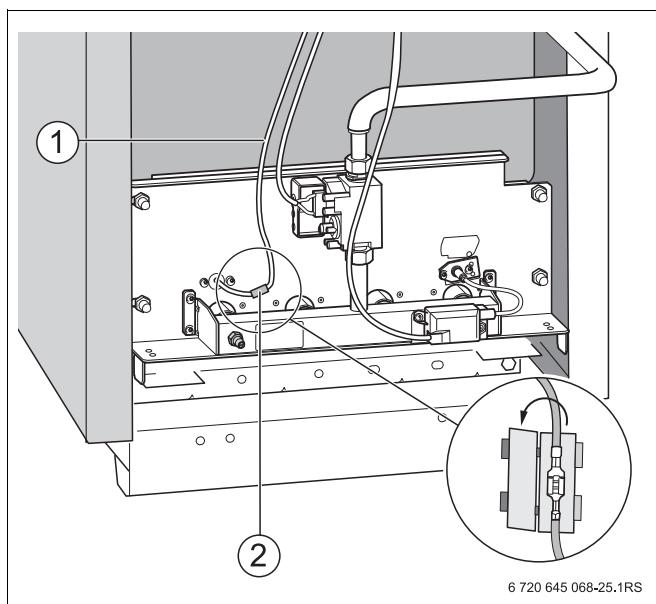

Рис. 29 Удаление контактного предохранителя
- Удалить контактный предохранитель (Рис. 29, **поз. 2**) на контролльном кабеле (Рис. 29, **поз. 1**) и вынуть штекер.